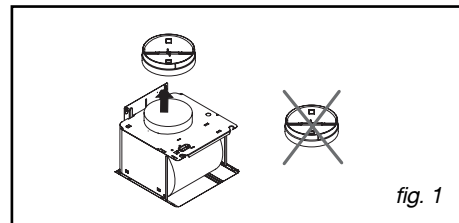

fig. 1
– Retirez le clapet anti-retour (fig. 1).